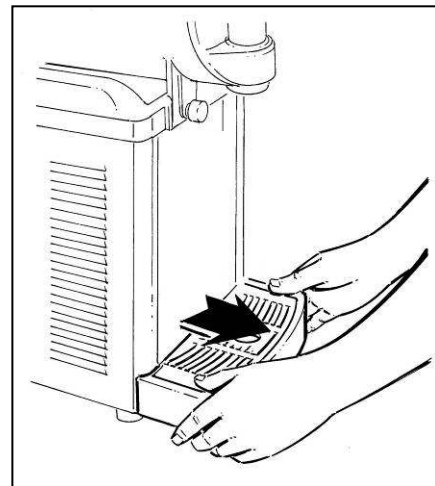

Fig. 17
- Smontare la vaschetta raccogli gocce tirandola verso l'esterno (fig.17).